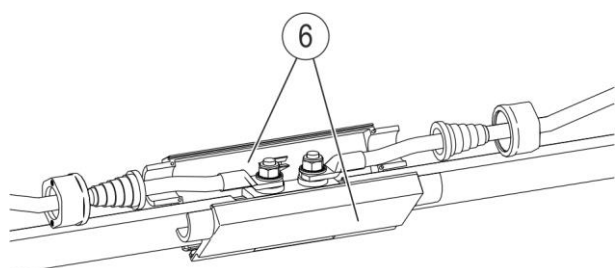
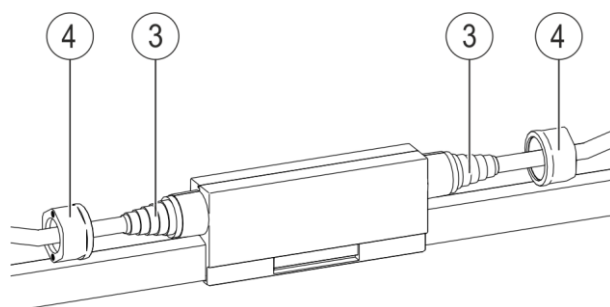

Fig. 88 : Fermer les moitiés de capuchon d'alimentation sur l'alimentation
Fig. 89 : Visser les moitiés de capuchon d'alimentation avec des passe-câbles et des écrous
→ Accrocher les deux moitiés du capuchon d'alimentation (pos. 6) sous le rail. La fermeture à déclic intérieure du capuchon d'alimentation doit se trouver entre les deux bornes d'alimentation. Clipser les deux moitiés ensemble et les visser avec les passe-câbles (pos. 3) déjà mis en place sur le câble de raccordement et les écrous (pos. 4) (voir Fig. 88 et Fig. 89).